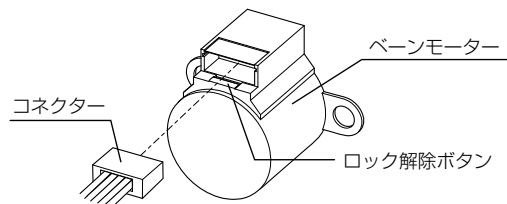

図29
(2) ベーンに接続しているコネクタを外します。コネクタはロックされていますのでロック解除ボタンを押しながらコネクタを外します。（図29）
(3) ベーンモーターカバーを、外したときと逆の要領で取付けてください。
(4) 手でベーンをゆっくりと設定したい方向に合わせます。